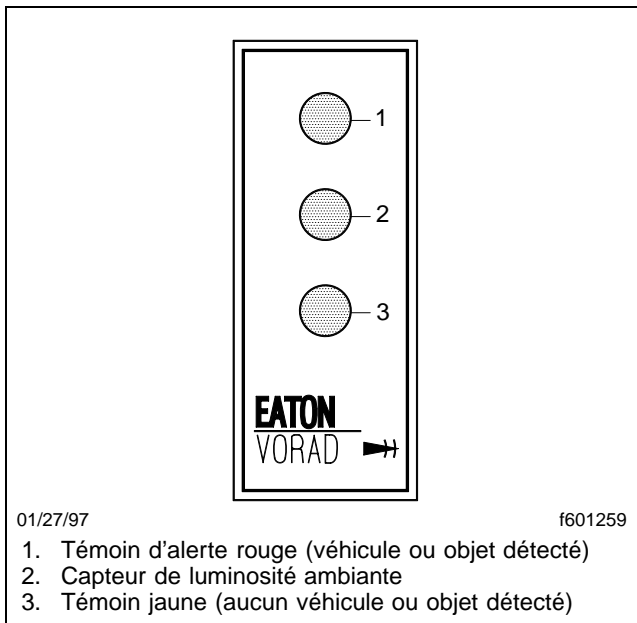

Fig. 2.37, Affichage du capteur latéral (EVT-300)
1. Le témoin jaune demeure allumé en continu lorsqu'aucun véhicule n'est détecté par les capteurs latéraux. Voir la **figure 2.37**.